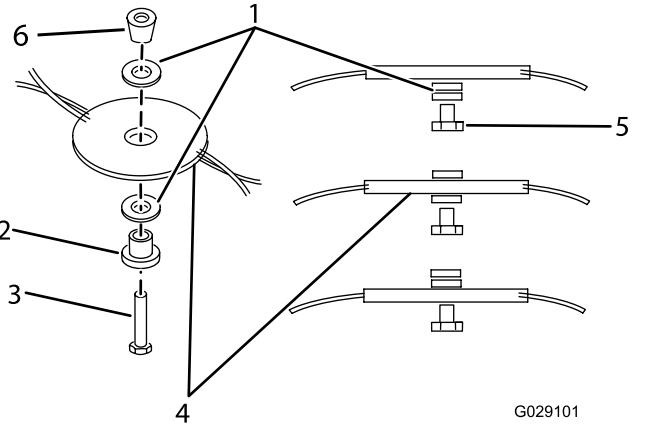

Figure 13
5. Placez les entretoises à la hauteur voulue, puis reposez le disque de coupe (Figure 13).